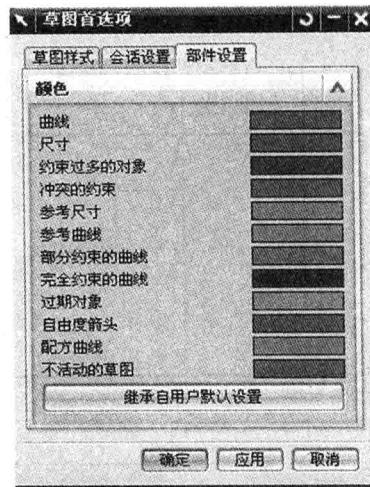

图 1-4 “草图首选项”对话框
(2) 单击“首选项”按钮，并在其下拉菜单中选择“草图”，弹出如图 1-4 所示的“草图首选